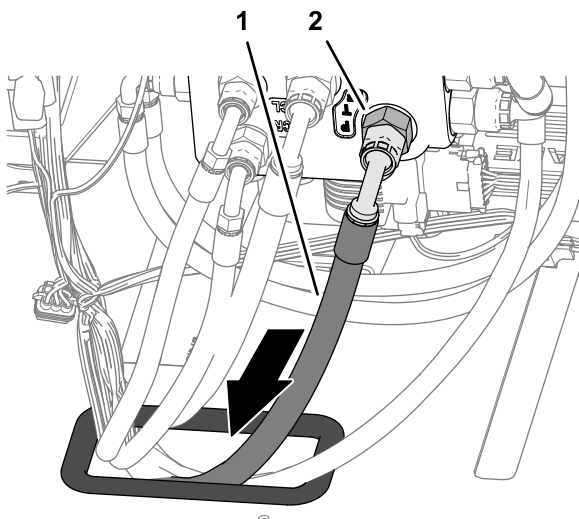

Figura 123
5. Enrute el extremo de la manguera de la bomba hidráulica de 10 × 2921 mm con acoplamiento de 45° a través del anillo de goma de la chapa de suelo (Figura 123).
6. Monte el acoplamiento de 90° de la manguera de la bomba hidráulica de 10 × 2921 mm en el acoplamiento del orificio PT de la válvula de dirección EHI, y apriete el acoplamiento (**Figura 123**).